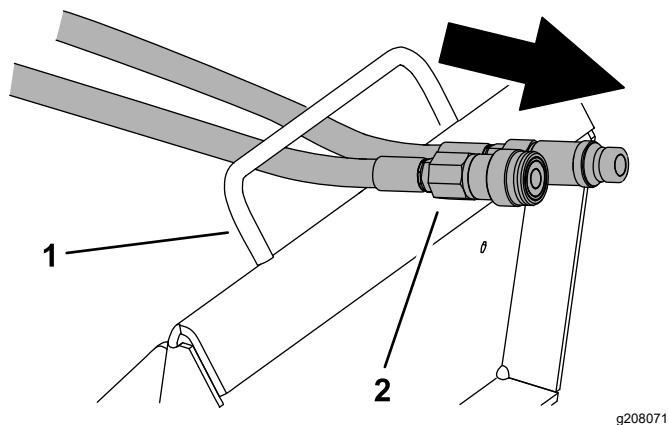

Figura 13
6. Ghidai furtunurile prin buclele dedicate (Figura 13).